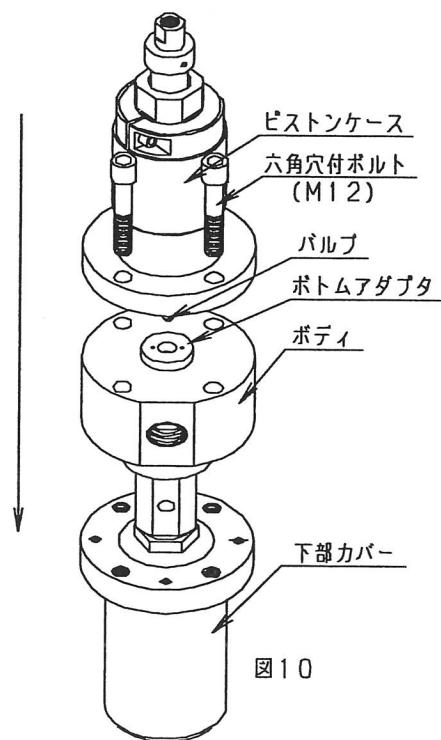

図10
- ⑬ 下部カバーにボディを挿入し、ピストンケースに組込まれたバルブをボトムアダプタに挿入し、六角穴付ボルト(M12)でピストンケース・ボディ・下部カバーを固定します。その際、六角穴付ボルト(M12)は締付トルク90N·mで締めつけます。(図10)
- ⑭ 近接スイッチ・油圧ホース・超高压配管・ドレン配管を取付けます。